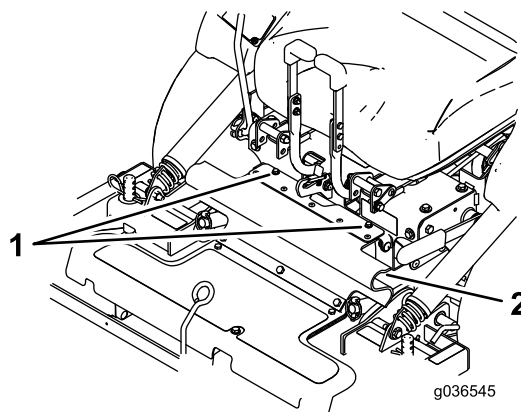

**Figura 79**
7. Îndepărtați tifturile de prindere din partea frontală a brațelor de împingere, de pe ambele laturi ale mâinii (Figura 79).
7. Fixați braele de împingere cu tifturile de prindere de pe partea stângă și dreaptă a mainii (Figura 79).